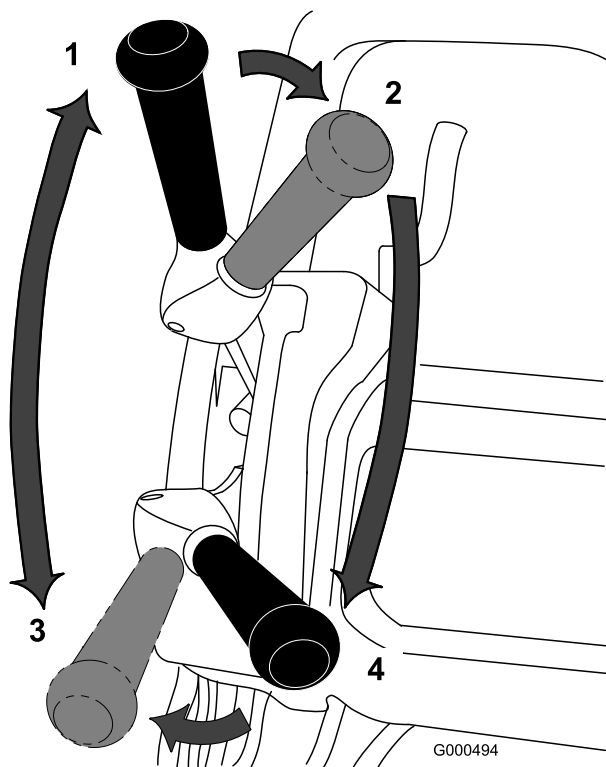

図 18
げる)。走行レバー（図 18）を「走行」に入れ、グリーンのカラ（縁）に入る。
2. 走行を「解除」とし、リールレバー（図 18）を回転側に倒す。
3. 走行レバーを「走行」に入れ、スロットルで希望の走行速度に調整し、グリーンへ移動する。希望位置に来たらカッティングユニットを下ろして刈り込み作業を始める（図 18）